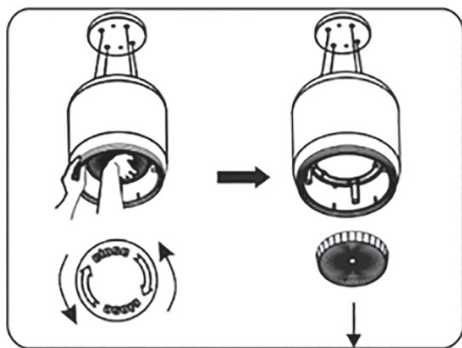

Рис. 6
- Придерживая одной рукой корпус вытяжки, слегка нажмите на угольный фильтр и поверните его против часовой стрелки до упора (рис. 6).